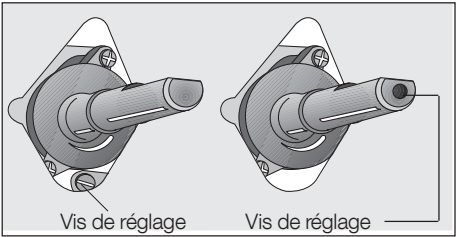

Fig. 6
- 4. La vis de réglage du débit réduit de chaque brûleur est située sur le corps du robinet (Fig. 6).